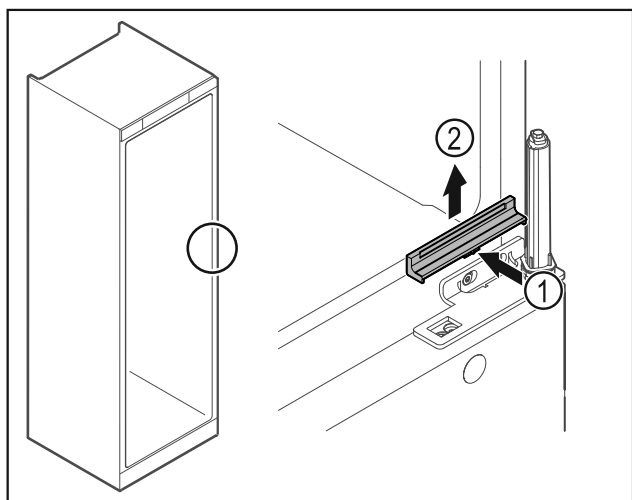

Fig. 26
- ▶ Afdekking Fig. 26 (1) in het midden iets indrukken en naar boven toe verwijderen Fig. 26 (2).